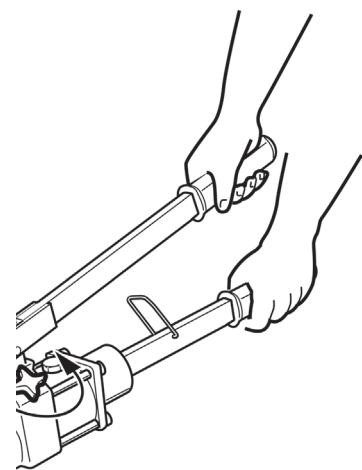

Fig. 4
- Bombeo con la palanca. La herramienta se abre (Fig. 4).
- Bombar com a alavanca da bomba. As maxilas abrem (Fig. 4).